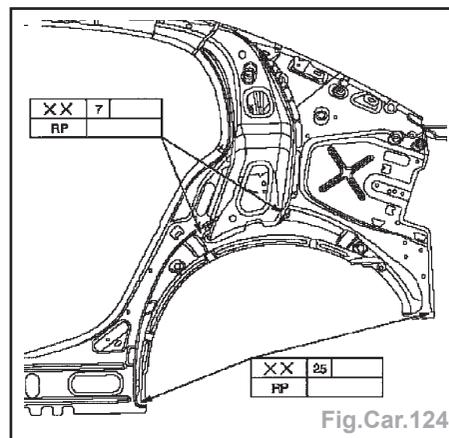

Fig.Car.124
- Souder le passage de roue extérieur (Fig.Car.124).